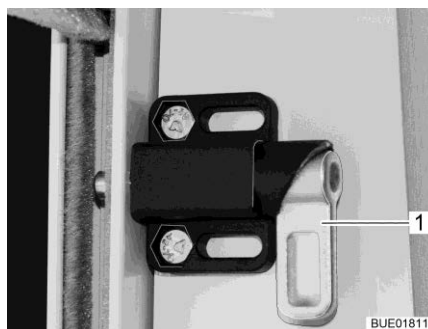

Bild 21 Låsregel
- Vrid låsreglarna (Bild 21,1) på båda sidor nedåt.